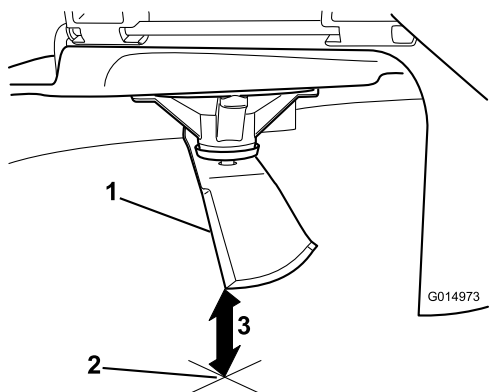

Figuur 61
4. Draai hetzelfde mes 180 graden, zodat de maairand aan de andere kant nu in dezelfde stand staat (Figuur 61).